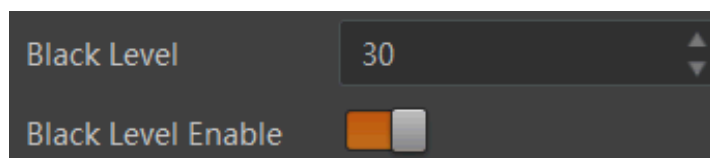

图7-30 黑电平设置
2. 在 *Black Level* 参数中输入需要设置的数值，如图 7-30 所示。